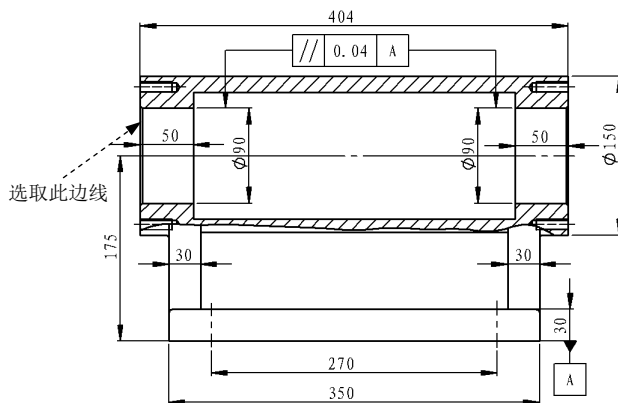

图 6.15.48 定义表面粗糙度符号
- (2) 定义表面粗糙度符号。在 **符号(S)** 区域单击 按钮。
- (3) 定义表面粗糙度参数。在 **符号布局(M)** 文本框中输入粗糙度值为 6.3。
- (4) 选取标注粗糙度的放置位置。选取图 6.15.48 所示的边线为粗糙度放置位置。